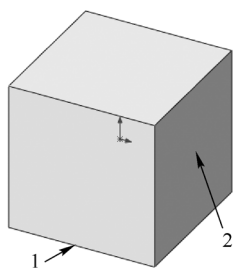
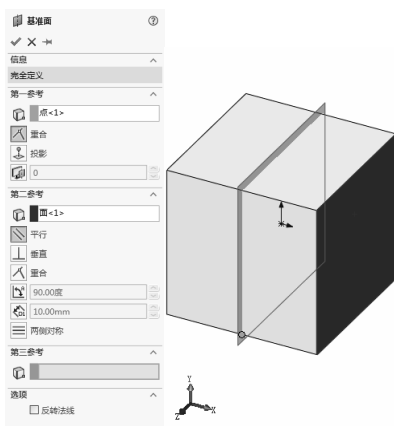

图 4-5 打开的文件实体
图 4-6 “基准面”属性管理器
2) 设置属性管理器。在“第一参考”列表框中，选择图 4-5 所示的边线 1 的中点。在“第二参考”列表框中，选择图 4-5 所示的面 2。“基准面”属性管理器设置如图 4-6 所示。